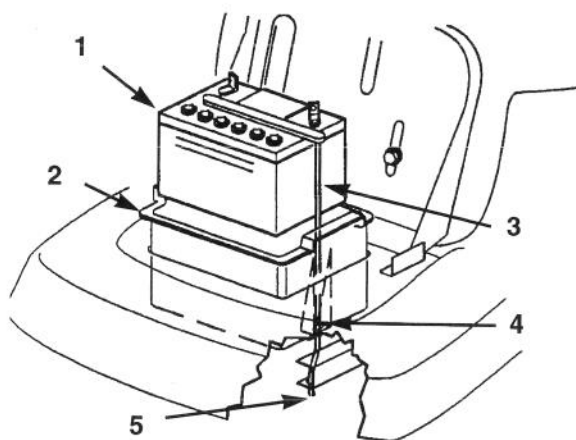

Fig. 20
5. Rimuovete il vaso contenitore della batteria, la batteria ed il tubetto lungo di sfiato dal telaio (Fig. 20).
1. Inserite la batteria nel vaso contenitore, quindi inserite il tubetto di sfiato nella scanalatura ed attraverso la fessura in fondo al vaso contenitore (Fig. 20).
**IMPORTANTE:** Guardate nella feritoia dove il vaso contenitore della batteria si inserisce nel telaio, ed osservate il foro in fondo all'elemento destro del telaio (Fig. 20). Inserite sempre il tubetto lungo di sfiato della batteria attraverso questo foro per impedire che l'acido della batteria non corroda il trattorino o il tosaerba.
2. Montate il vaso contenitore della batteria e la batteria nel telaio (Fig. 20). Verificate che l'estremità del tubetto di sfiato venga inserita nel foro del telaio (Fig. 20).